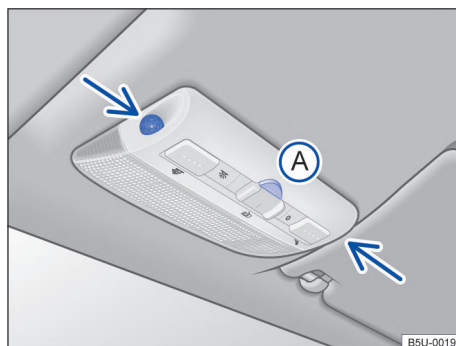

Fig. 46 En la consola del techo: sensores de vigilancia del habitáculo y tecla **A** para desconectar la vigilancia del habitáculo.
La vigilancia del habitáculo dispara la alarma con el vehículo bloqueado, si reconoce movimientos en el interior del vehículo. El sensor y el receptor están ubicados en el conjunto de la luz de lectura → fig. 46 (flechas).
- Presionar la tecla → fig. 46 **A**. En el panel de instrumentos se enciende la luz de control .